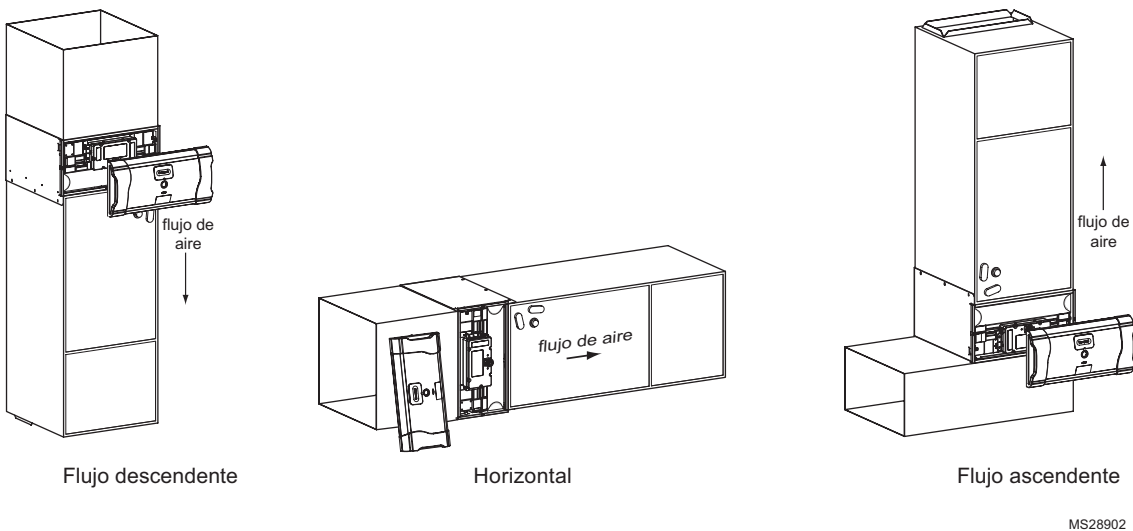

Fig. 4. Orientación del gabinete para los modelos FH8000A.
- Identifique una orientación de montaje para el limpiador de aire mejorado Honeywell en el conducto de aire de retorno (ver Fig. 4).
- d. Coloque el gabinete entre el controlador de aire y el conducto de aire de retorno (ver Fig. 4 en la página 7 y Fig. 5). Es posible que necesite un conducto de transición.